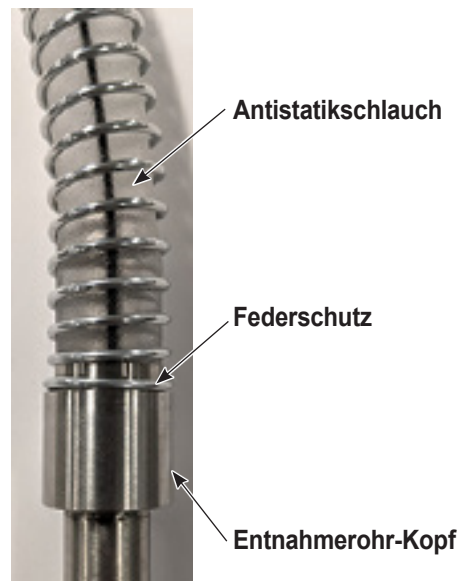

Abbildung 4 Baugruppe Entnahmerohr mit Federschutz
5. Siehe Abbildung 4. Den Federschutz nach unten bewegen und im Uhrzeigersinn über den Schlauch auf das Entnahmerohr drehen, damit Kontakt mit dem Kopf des Entnahmerohrs entsteht. So entsteht eine Zugentlastung für den Schlauch und eine Erdung für die Feder.